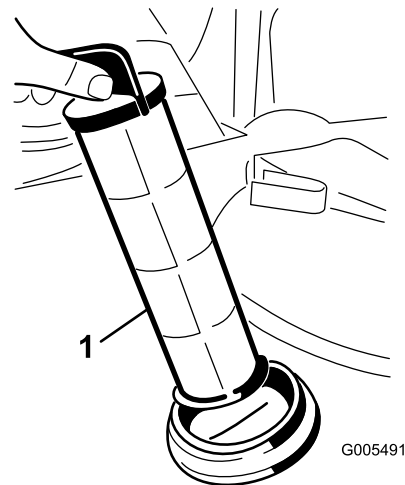

Bild 55
4. Ziehen Sie das Saugsieb aus dem Loch (Bild 55).